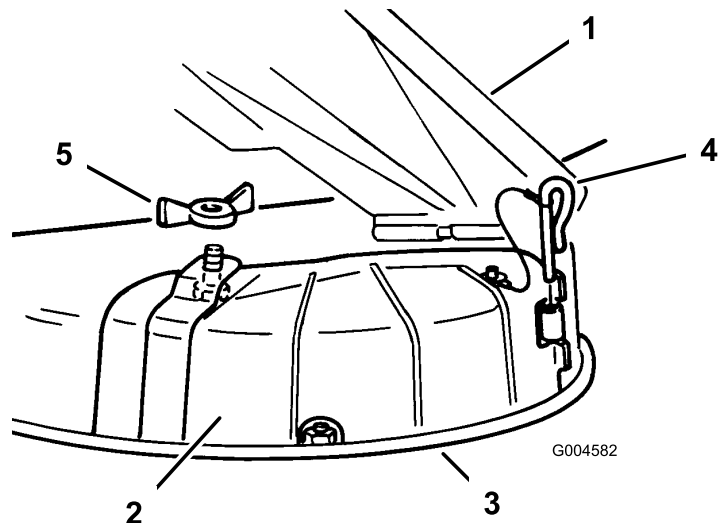

Figura 11
3. Retire a porca de orelhas e o parafuso que fixam a cobertura no lugar (Figura 11).
4. Retire o pino da dobradiça que fixa a cobertura à plataforma (Figura 11).
3. Levante o defletor de relva e coloque a cobertura de descarga por cima da abertura no rebordo inferior no cortador e deslize-o para a dobradiça frontal (Figura 11).
4. Faça deslizar o pino da dobradiça pela dobradiça (Figura 11).
5. Fixe a cobertura de descarga ao cortador com a porta de olhelhas (Figura 11).